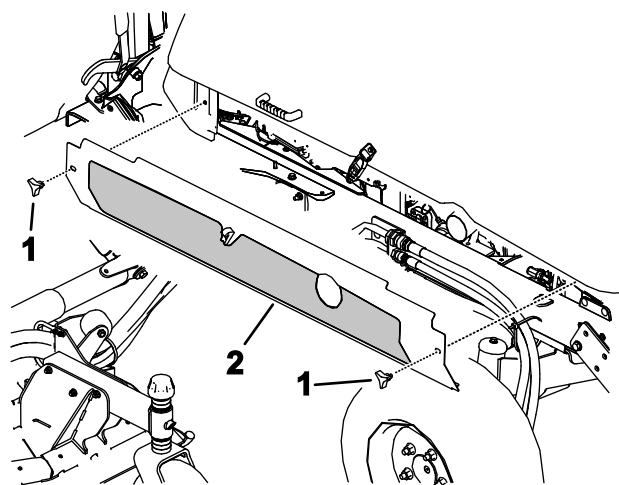

Figura 111
- Allentate le manopole e rimuovete entrambe le coperture laterali (Figura 111).
5. Montate le coperture laterali (Figura 111).